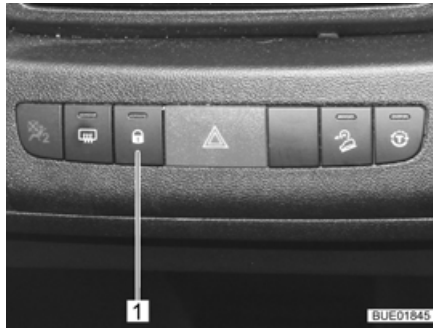

Fig. 60 Interruttore chiusura centralizzata
- Premere il tasto (Fig. 60,1). Le serrature sono sbloccate.
- Premere il tasto (Fig. 60,1). Le serrature sono bloccate. La spia di controllo nel tasto si accende.